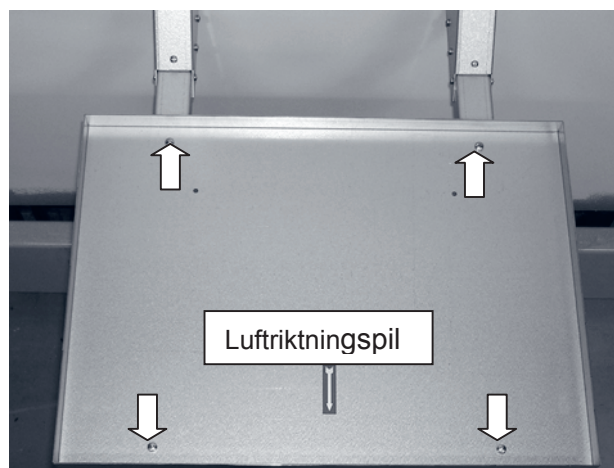

Bild 2
2. Montera konsolplattan med luftriktningspilen (bild 2) åt samma håll som avfuktaren skall blåsa, (OBS! Ej mot väggen). Skruva fast plattan med fyra skruv ST4,8x13 (se pilar bild 2).